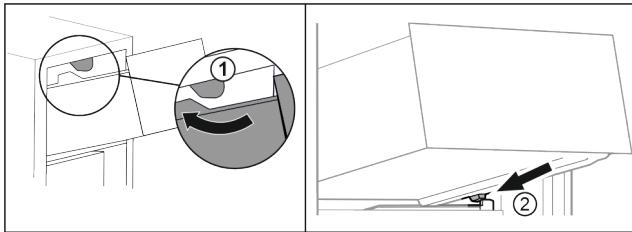

Fig. 83
- Обвести висувний ящик навколо верхнього стопора. Fig. 83 (1)
- Встановити висувний ящик за нижніми стопорами на ребро для резервуару навскоси. Fig. 83 (2)